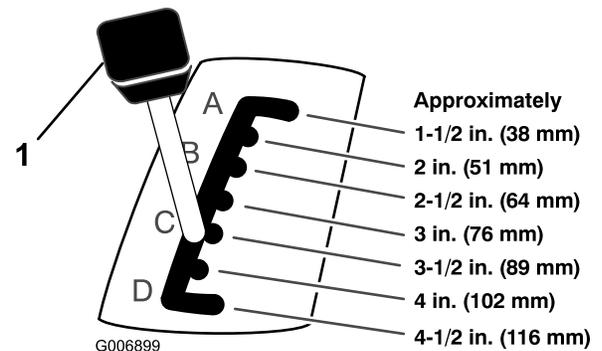

Bild 22
2. Ziehen Sie den Schnitthöhenhebel am Traktor nach oben in die gewünschte Stellung (Bild 22).